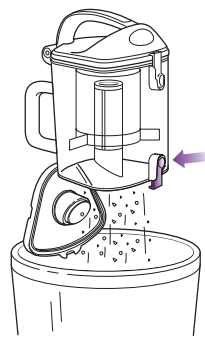

Fig. 20
- 2 Tenir le récipient à poussière au-dessus d'une poubelle et presser le bouton de dégagement de la porte du fond. (Fig. 20) Tapez doucement pour le vider. Refermez la porte en appuyant jusqu'à ce que vous entendiez un déclic.